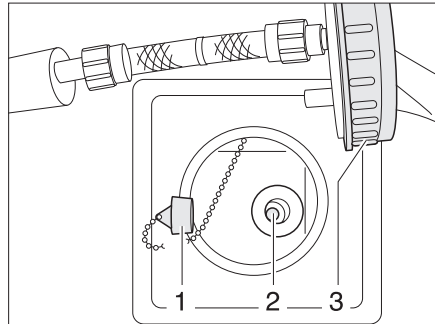
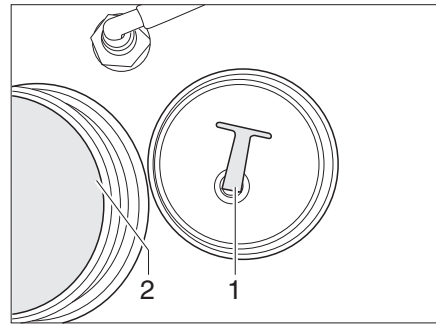

Bild 260 Verschluss-Stopfen
Bild 261 Verschluss-Stopfen
- Den Verschluss-Stopfen (Bild 260,1 bzw. Bild 261,1) aus der Ablauföffnung (Bild 260,2) ziehen oder herausschrauben. Das Wasser läuft ab.